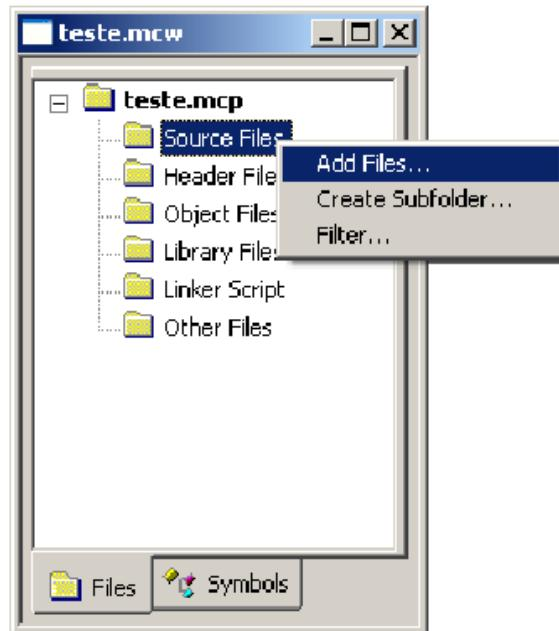

Figura 3.34 - Adicionando arquivos ao projeto.
- 10) Para adicionar o arquivo main.c em seu projeto, clique com o botão direito do mouse sobre a pasta “Source Files”, e em seguida clique em “Add Files” (ver Figura 3.34).